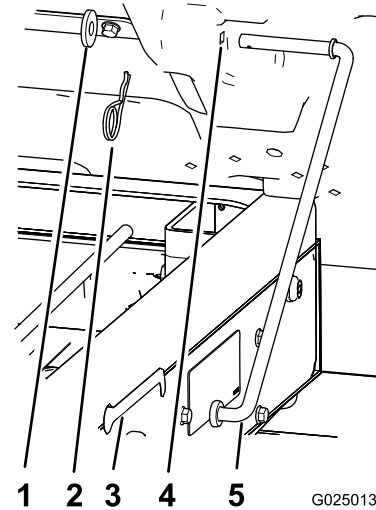

図 13
1. プロップロッド支え棒を荷台の裏側に固定しているヘアピンとワッシャを外す 図 13。
2. プロップロッドを前にずらしてフレームのブラケットから外す 図 13。